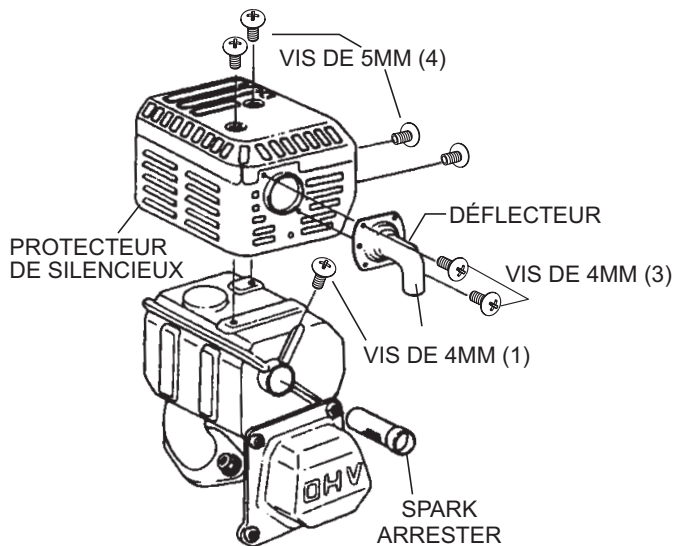

Figure 34. Extraction du pare-étincelles
1. Retirer la vis de 4 mm (3) du déflecteur d'échappement, et retirer ensuite le déflecteur (figure 34).
2. Retirer la vis de 5 mm (4) du protecteur de silencieux, et retirer ensuite le protecteur de silencieux.